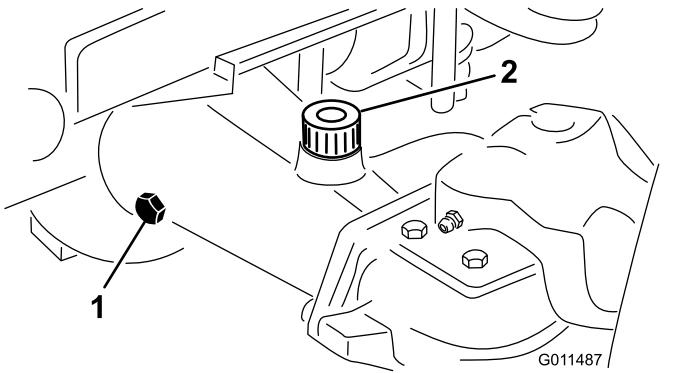

Figura 17
- Retire un tapón de verificación de un extremo del eje y asegúrese de que el lubricante llega al borde inferior del orificio (Figura 17).